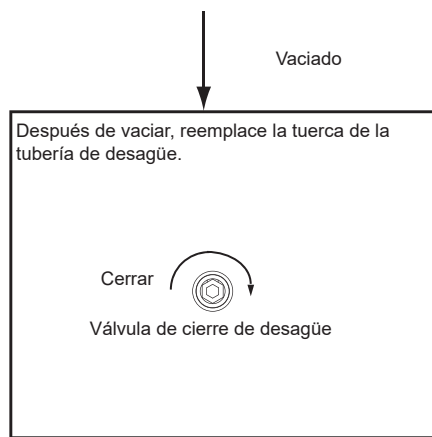

Figura 4-2
- Vaciado: Si la unidad necesita limpieza, movimiento, etc., se debe vaciar el tanque. Método: Consulte la figura 4-2: